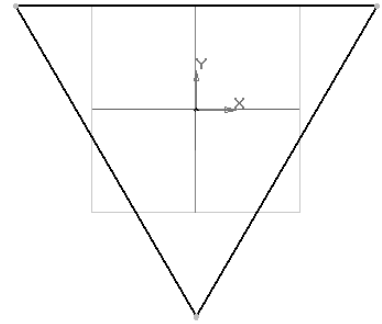

Рисунок 4.2 – Основа моделі
11. Тепер зафіксуйте курсор «миші» в точці початку координат (рис. 4.2).